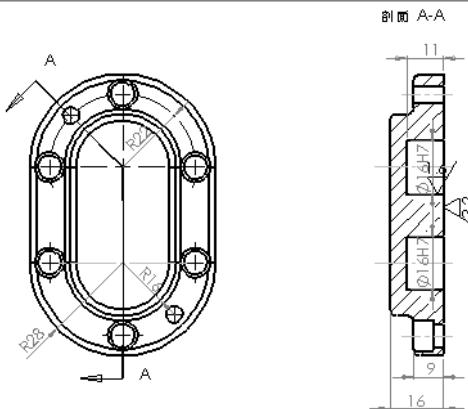

图 8-104 更改尺寸属性
**09** 选择视图中的所有尺寸，如图 8-102 所示，在“尺寸”属性管理器中的“尺寸界线/引线显示”面板中实心箭头，如图 8-103 所示。单击确定按钮，修改后的视图如图 8-104 所示。